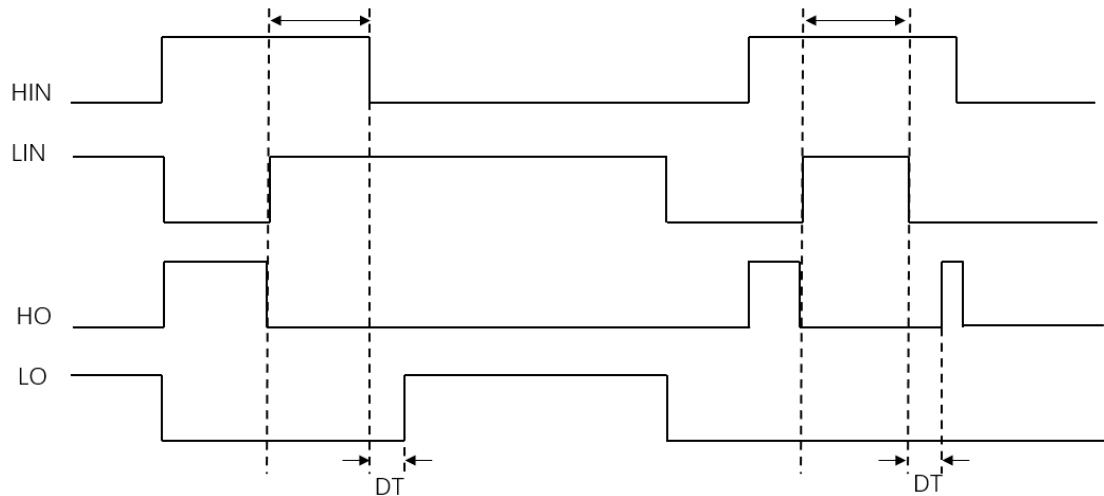

图 25-3 功率管直通保护示意图
芯片内部配备了专门用于防止功率管直通的保护电路，能有效地防止高边和低边输入信号受到共模干扰时造成的功率管损害。图 25-3 功率管直通保护示意图展示了直通保护电路如何保护功率管的过程。
功率管直通意味着同一个半桥中的高边栅极驱动器输出 HO 和低边栅极驱动器输出 LO 同时为“高”，这时会有非常大的有害电流同时流过上下边功率管，并伴有较大的功率损耗产生，严重时会直接损坏功率管。如图 25-3 功率管直通保护示意图所示，当同一相的低边输入 LIN 和高边输入 HIN 同时为“高”时，内部保护电路将驱动器输出 HO 和 LO 拉至“低”，有效关断功率管。当其中一个输入信号变为“低”时，驱动器输出需要经过一个死区时间 (DT) 的延时才能输出“高”。该措施避免了有害短输入脉冲造成的大功率管开关过度状态，有效地减小损耗，降低功率管损坏的风险。